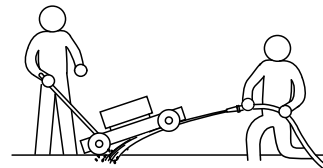

Figure 16
5. En tenant le guidon, basculez la machine en arrière afin de pouvoir accéder au dessous du plateau (Figure 16).
6. Dirigez un jet d'eau sous le plateau (Figure 16).